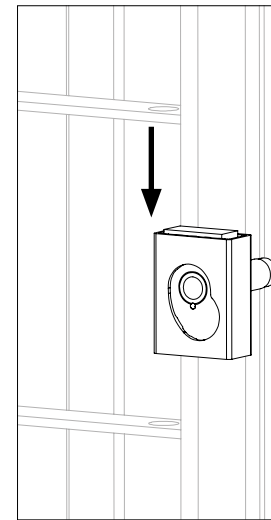

Fig. A6.07
(Fig. A6.07)
3. Spingere la guida di bloccaggio verso il basso. (Fig. A6.07)